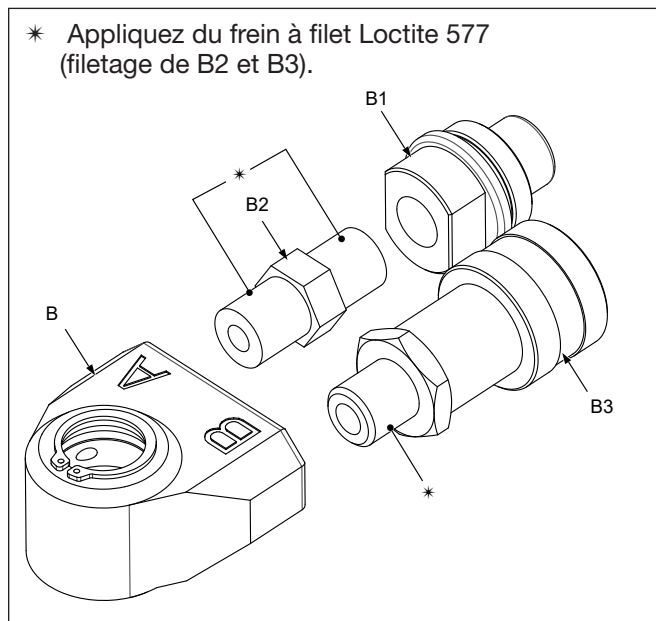

Figure 12 : vue éclatée du montage du raccord tournant
1. Appliquez du produit d'étanchéité Loctite 577 sur les filetages du raccord femelle (B3) et de l'adaptateur (B2). Reportez-vous à la figure 12 pour les emplacements.